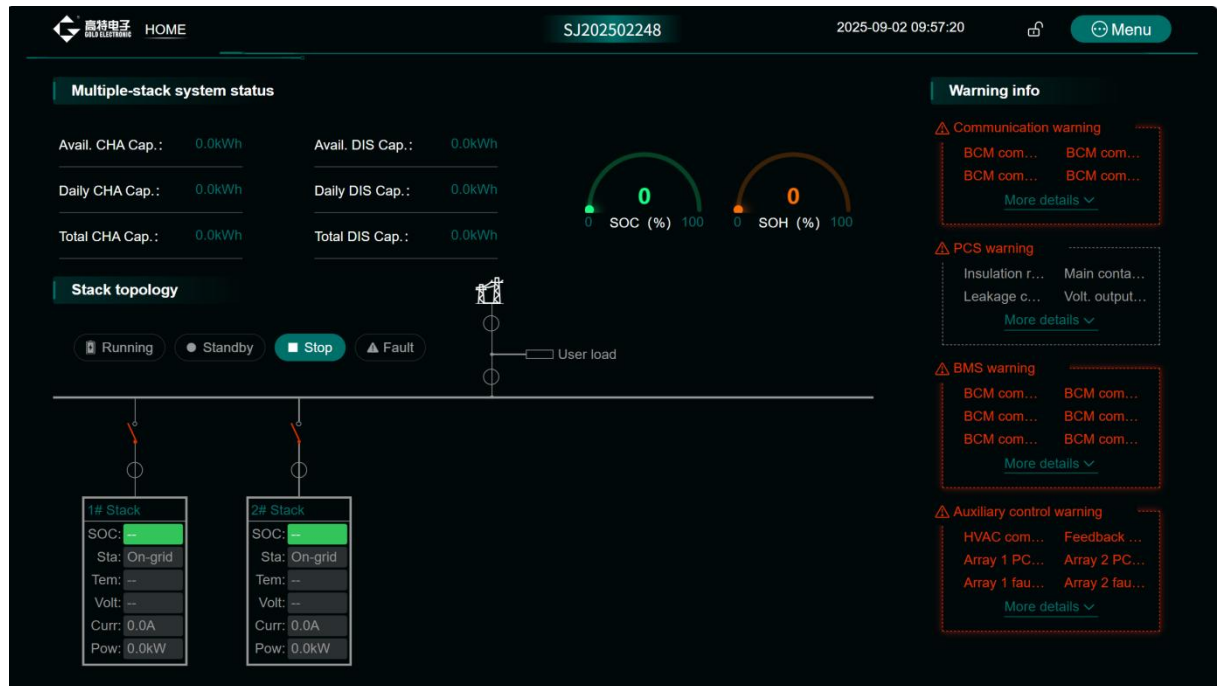

图 4-18 实时告警查看
- 点击More details，可查看该具体的报警内容，如图4-18所示。
在菜单栏中点击【Application data】，选择【History data】页签，显示历史报警界面，如图4-18所示，可查看所有的历史报警信息。